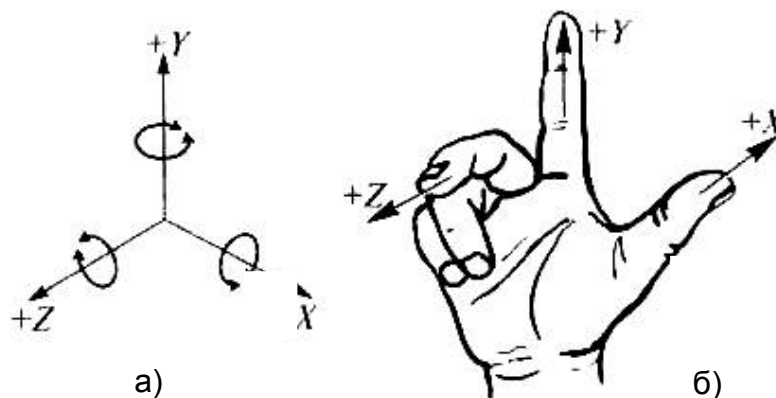

Рис. 9. Прямоугольная пространственная система координат: а – положительные направления по осям; б – правило правой руки по определению осей координат
Положительное направление осей системы координат определяют по правилу правой руки (рис. 9, б). Большой палец указывает положительное направление оси абсцисс (X), указательный – оси ординат (Y), средний – оси аппликат (Z). Положительное направление вращения вокруг этих осей определяются так: если расположить большой палец по направлению оси, то остальные согнутые пальцы укажут положительное направление вращения.